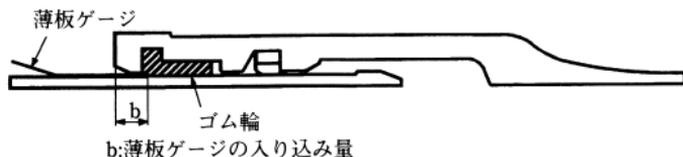

図19 ゴム輪の位置確認
- (1) 図19に示すように全周にわたって受口と挿し口のすき間に薄板ゲージを差し込み、その入り込み量 (b) が最大寸法 (c) より小さいことを確認する。全周にわたり (c) より小さければ、そのうち円周8ヶ所について入り込み量を測定し、チェックシートに記入する。
- (2) ゲージ入り込み量 (b) が「5.ゴム輪のセット」で測定したゴム輪最頂部の最大寸法 (c) 以上の場合、継手を解体して点検する。